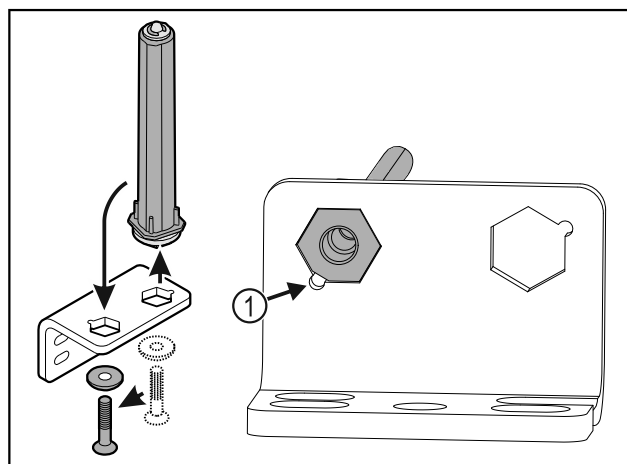

Fig. 35
- Pobrinite se za to da je prilikom umetanja zakošenje na svornjaku Fig. 35 (1) usmjereno prema okrugloj rupi.